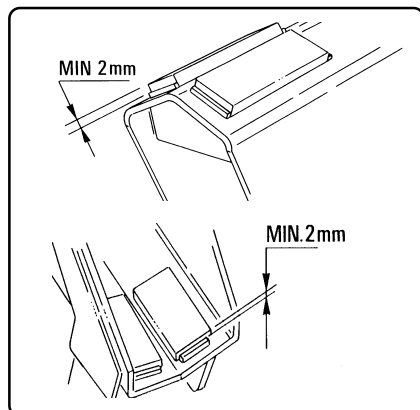

fig. 8.5.10
8.5.12 -Usura dei pattini di scorrimento (fig. 8.5.10)
8.5.12 -Wear of the sliding pads (fig. 8.5.10)